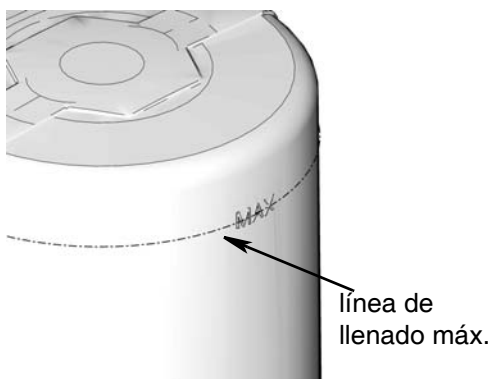

FIG. 14
- No llene en exceso (FIG. 14).